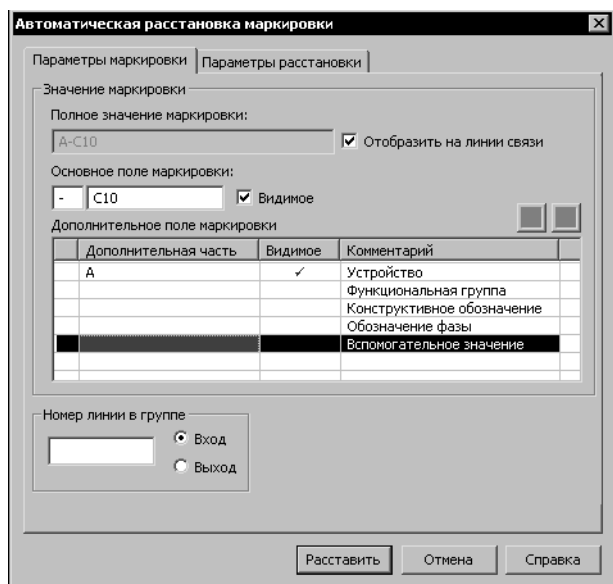

Рис. 9.14. Диалог задания параметров маркировки
- ▼ Параметры маркировки (рис. 9.14, табл. 9.13),